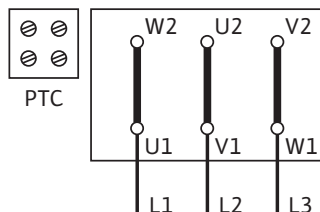

Fig. 39 : Démarrage Y-Δ (de série)
- Le schéma de raccordement électrique se trouve dans le couvercle de la boîte à bornes (voir aussi fig. 39/40).
Démarrage Y-Δ (de série)	Retirer les ponts de liaison (fig. 39)